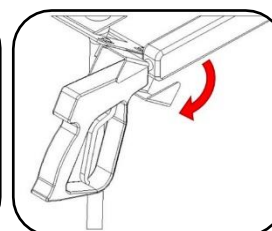

Fig.6
- 2** - Pivoter l'avant de lance pour la bloquer dans le porte-pistolet (Fig.6).